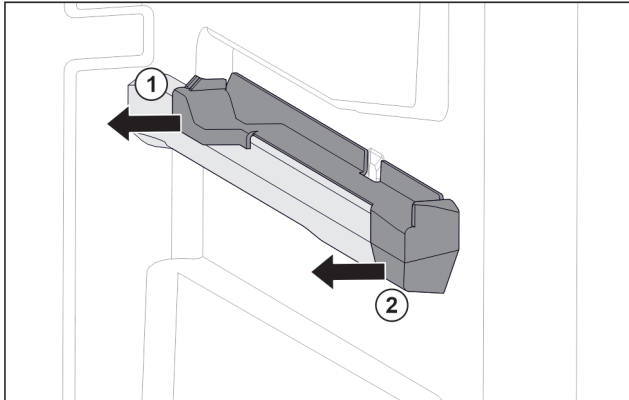

Fig. 71 Élément emboîtable sur la nervure de récipient droite
- ▶ Le retirer sur le côté par l'arrière. Fig. 71 (1)
- ▶ Le retirer sur le côté par l'avant. Fig. 71 (2)